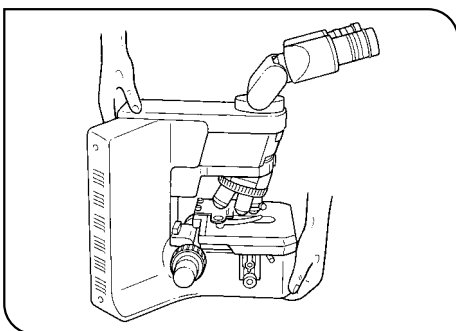

Abb. 3
3. Vor einem Transport des Mikroskops das Objekt und alle losen Teile entfernen. Das Mikroskop zum Transportieren vorsichtig an der dafür vorgesehenen Stelle an der Rückseite des Mikroskoparms und am Stativ fassen, wie in Abb. 3 gezeigt (Gewicht: ca. 14 kg).